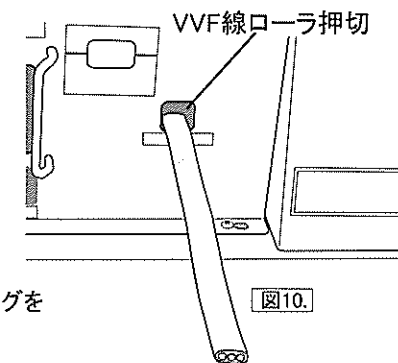

図10.
- 電線を上カバーLH正面の「VVF線ローラー押切」の口に差込めば皮むきができます。(図10.)